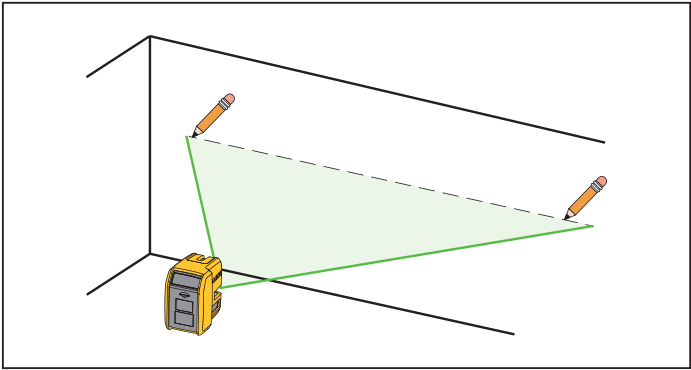

图 2. 新式水平或对角标记
- 2. 将产品围绕中心转动，直至水平激光指向目标区。请参阅图 2。